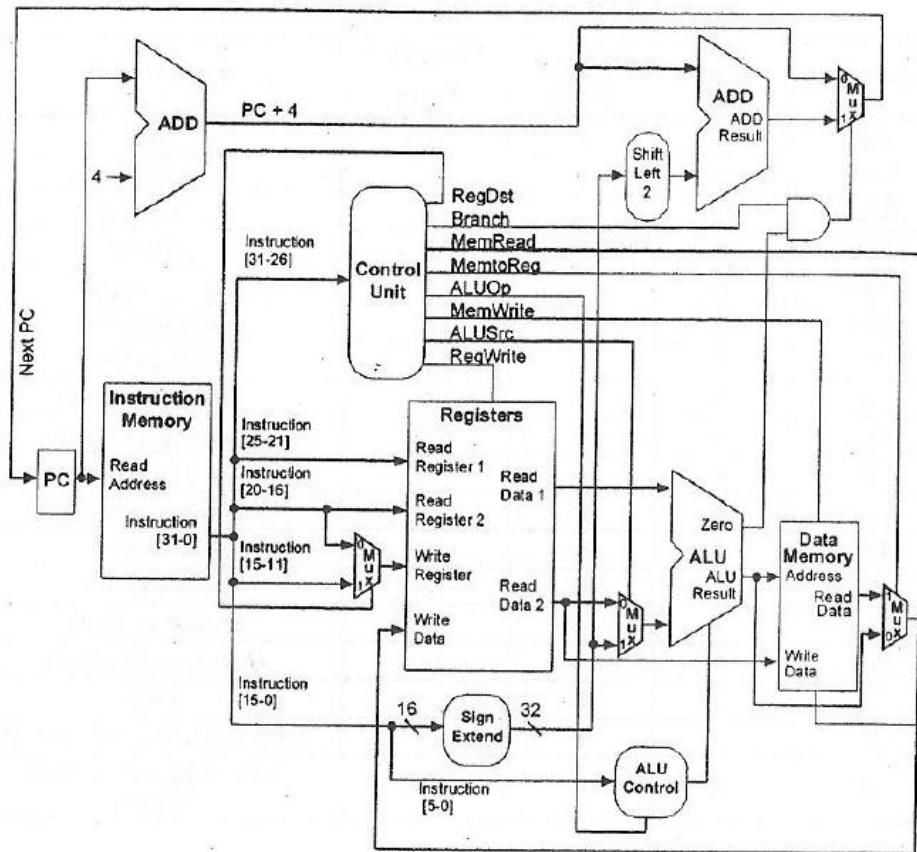

Figura 1 - Esquema do processador MIPS (*Computer Organization and Design The Hardware/Software Interface*)
Uma implementação do processador MIPS, baseado no exemplo do livro *Computer Organization and Design The Hardware/Software Interface*, de Patterson e Hennessy, é mostrado na figura 1. Esta implementação do MIPS realiza a busca, decodificação e execução de instruções em um único ciclo de clock. O Contador de Programa (PC) é utilizado para buscar o próximo endereço na memória de instrução. Uma vez que a memória é endereçada byte a byte, o PC é incrementado de 4 para buscar a próxima palavra de 32 bits na memória. Ao mesmo tempo em que a instrução é buscada, um somador (acima da memória) é usado para somar 4 ao PC para gerar o próximo endereço. A saída da memória de instrução é a próxima instrução de 32 bits.
Instruções de desvios relativos ao PC usam o somador e o multiplexador mostrados acima da ULA na figura 1 para calcular o endereço de desvio. O multiplexador é necessário para operações de desvio condicional. Depois que todas as saídas tiverem sido estabilizadas, o próximo clock carrega o novo valor do PC e o processo repete para a próxima instrução.